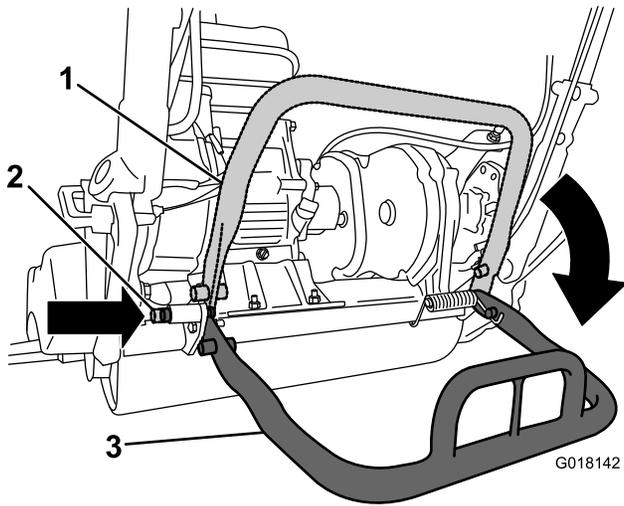

图24
- 为防止在拆卸滚刀时机器向后倾覆应降低支撑架并推入锁定销将支撑架锁定在维修位置图24。